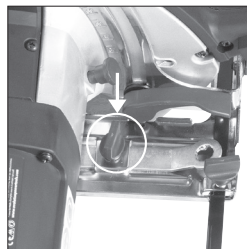

Fig. 3
- Retire la llave para tuercas de la placa de soporte quitando el tornillo de mariposa y deslizando la llave para tuercas hacia afuera de la máquina. **(Fig. 3)**